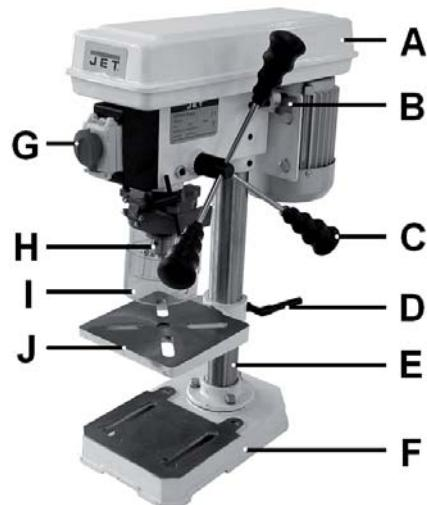

Рис. 1
- Установите стойку (В, Рис. 1) на цоколь станка (F).
- Затяните шестигранные винты (D) хорошо затянутые
- Наденьте патрон (H, Рис. 1) на конус шпинделя.